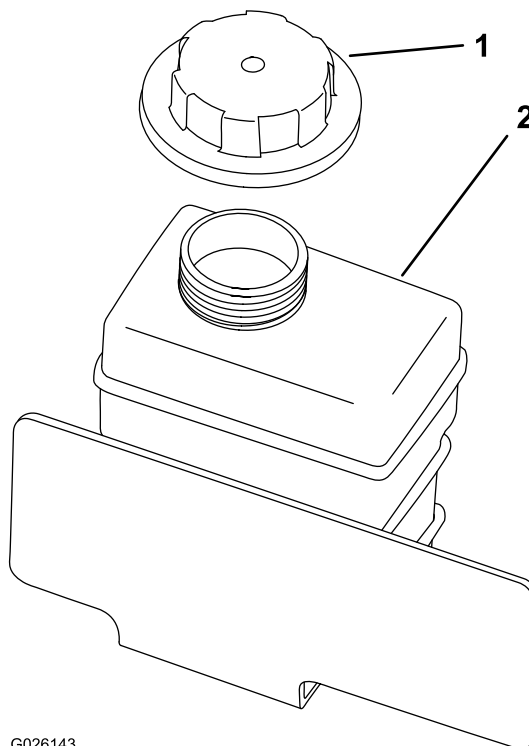

Figura 56
8. Llène lentamente el depósito auxiliar de refrigerante hasta que el nivel llegue al borde inferior del cuello de llenado (Figura 56).
9. Instale el tapón del depósito auxiliar (Figura 56).